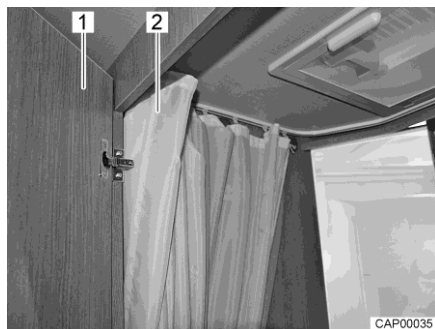

Bild 95 Toalett med dusch
- Stäng dörren när du vill duscha (Bild 95,1) och dra till duschförhänget helt (Bild 95,2), så att alla väggar är skyddade.